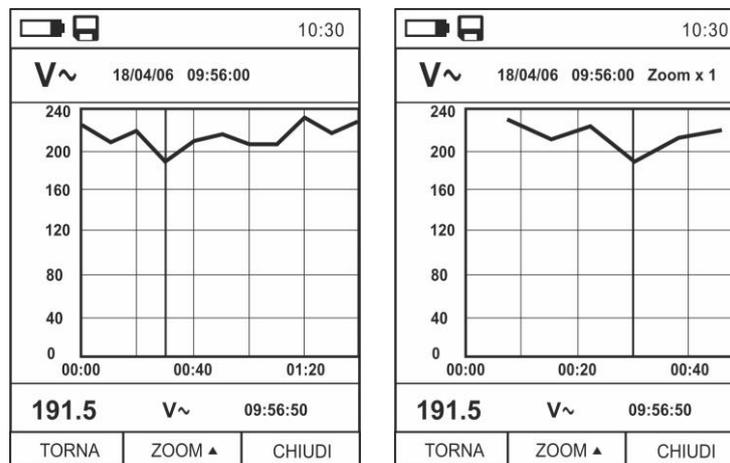

Fig. 35: Funzione data logger – Visualizzazione grafico registrazione
17. Premere il tasto **MODE (TREND)** per visualizzare a display il grafico della registrazione e il relativo andamento nel tempo (Trend). La videata di Fig. 35 – parte sinistra è mostrata a display
19. Premere il tasto ▲ (**ZOOM**) per attivare (se disponibile) lo Zoom dei valori sul grafico (vedere Fig. 35 – parte destra) allo scopo di aumentare la risoluzione. L'indicazione "Zoom xY" in cui Y = max dimensione di zoom è presente nella parte alta del display. E' possibile uno zoom X1 per almeno 10 punti di misura, X2 per almeno 20 punti di misura, X3 per almeno 40 punti di misura e così via per un massimo di 6 operazioni di zoom